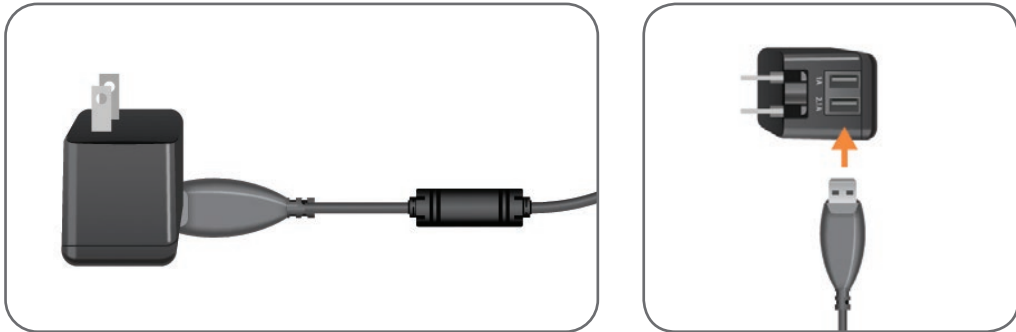

Bild 6-1: Sätta i USB-laddningskabeln i nätadaptern
2. Sätt in USB-änden på den magnetiska laddningskabeln i någon av de två USB-portarna på nätadaptern. Se bild 6-1.